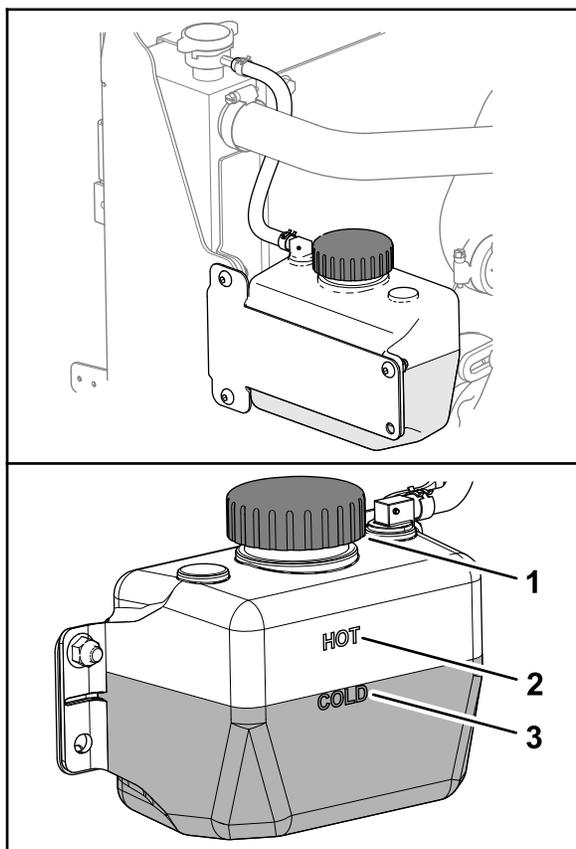

Рисунок 141
3. Проверьте уровень охлаждающей жидкости в бачке (Рисунок 141).